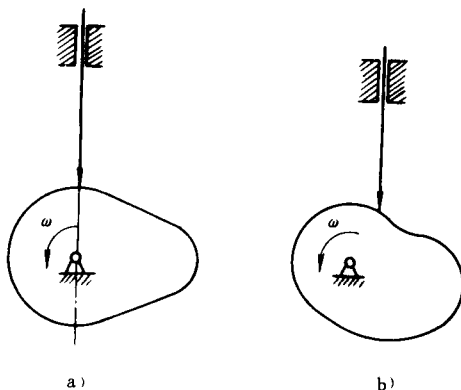

图 2-8
5. 图 2-8 所示凸轮逆时针转动。试画出凸轮转过 45° 时凸轮机构的壓力角，并画出凸轮基圆。